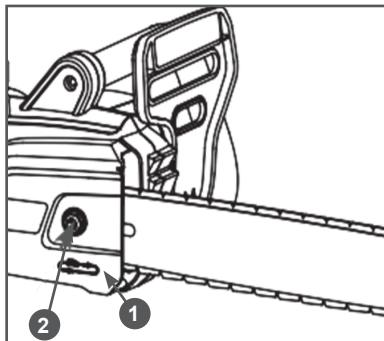

Рис. 2 Снятие крышки шины
- Открутите гайку 2 крепления крышки шины (Рис. 2) против часовой стрелки и снимите крышку 1 шины с корпуса электропилы.